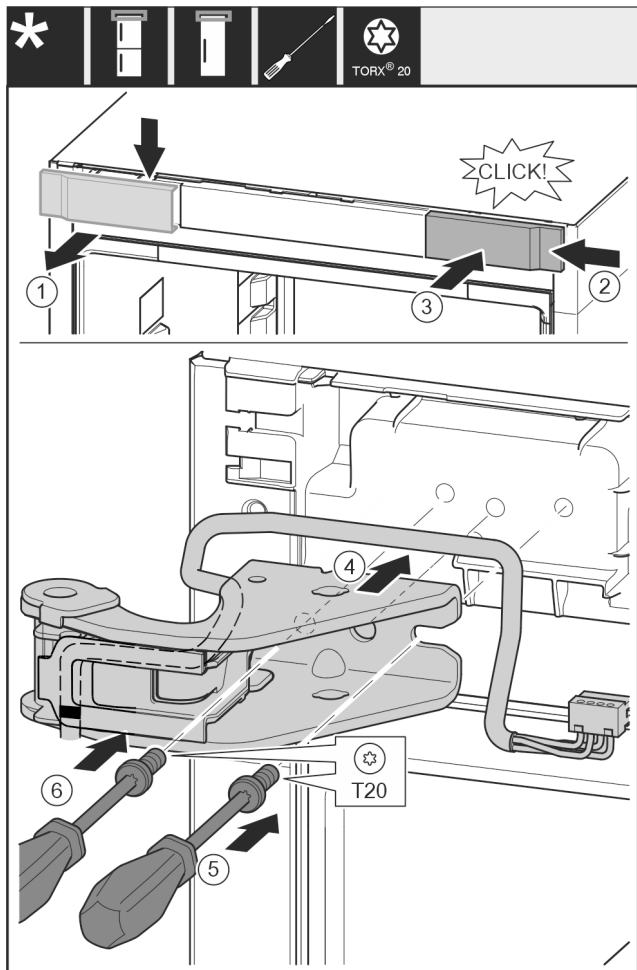

Fig. 20
- ▶ Retirer le couvercle du haut vers l'avant. Fig. 20 (1)
- ▶ Accrocher le cache tourné de 180° de l'autre côté à droite. Fig. 20 (2)
- ▶ Encliqueter le cache. Fig. 20 (3)
- ▶ Mettre en place le support de palier supérieur. Fig. 20 (4)
- ▶ Mettre en place la vis avec un tournevis T20 et la serrer. Fig. 20 (5)
- ▶ Mettre en place la vis avec un tournevis T20 et la serrer. Fig. 20 (6)